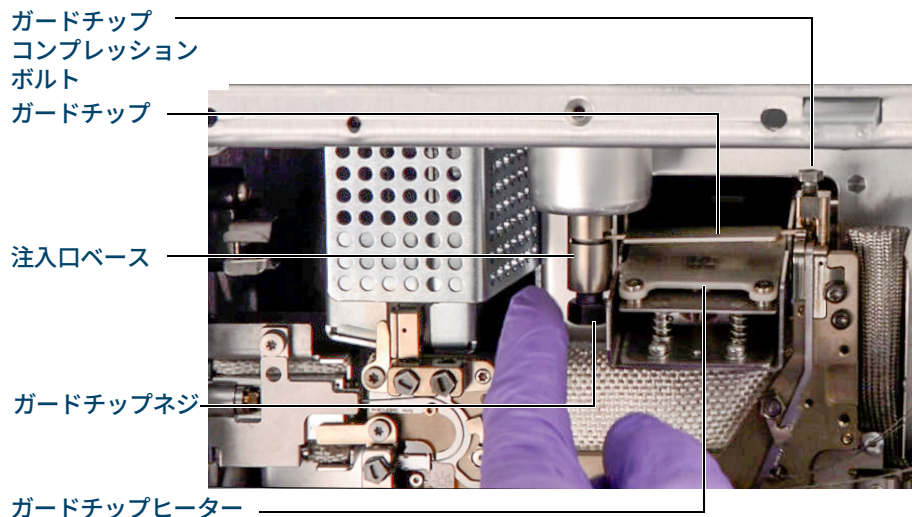

図 14. ガードチップと関連部品
- 9 コンプレッションボルト アクセスプレートを引き出し、トルクドライバがガードチップのコンプレッションボルトにアクセスできるようにします。(69 ページの 図 14 を参照してください)。